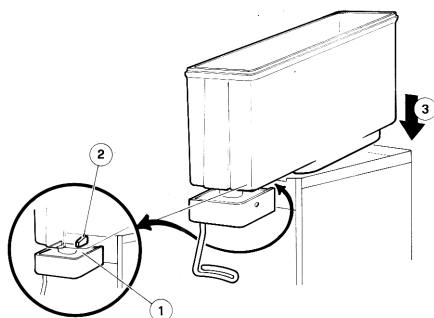

figura 8
JOLLY 5/2 - 5/3 - 5/4: Asegurarse que el cuerpo del grifo (1) quede debajo del resalto (2) del plano recoge-gotas (ver figura 8).